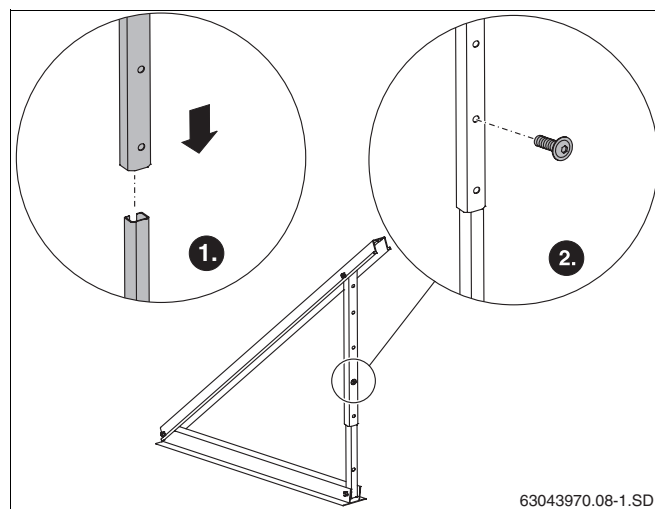

Рис. 11 Соединение телескопических стоек
- Вставить направляющие одну в другую и закрепить винтом M8 × 20 (рис. 11).